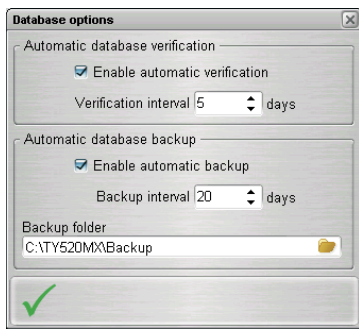

Figura 24 Desde base de datos ventana "Opciones".
**Opciones** Con este mando se abre la ventana de la figura 24 que permite programar los intervalos de tiempo entre los controles de la base de datos y los backup de la base de datos.